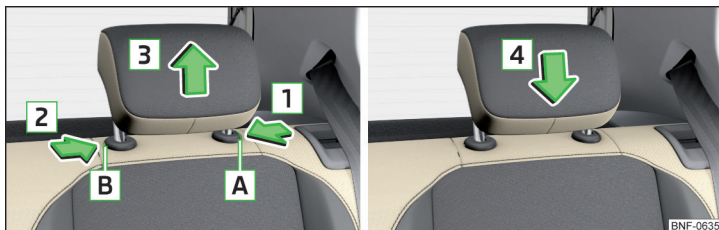

Fig. 56 Udtagning/isætning af hovedstøtte bagside
- Hold låseknappen **A** inde i pilens retning **1**, tryk samtidig låseknappen i åbningen **B** i pilens retning **2** med bilnøglen, og tag støtten ud i pilens retning **3** » Fig. 56.